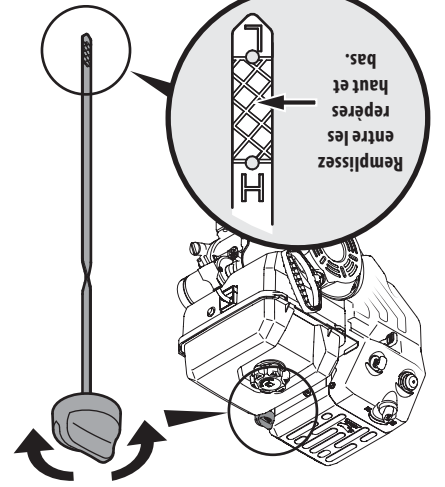

Figure 3-2
4. Deserrer et enlevez le capuchon/jauge de la goulotte de remplissage de l'huile. Prenez note de la jauge de l'huile, si le niveau d'huile est en bas de la repère bas (L). ajoutez lentement de l'huile jusqu'à ce que le niveau se trouve à la repère haut (H). Voir la Figure 3-2 ou 3-3, selon celui qui s'applique.
- Maintenir le niveau d'huile entre les repères haut (H) et bas (L) de la jauge à huile. Voir la Figure 3-2.
- 1. Enlevez le capuchon de remplissage de l'huile et essuyez la jauge à huile. Voir la Fig. 3-2.